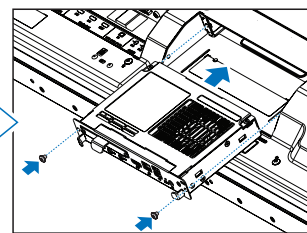

Figura 4
4. Inserire la scheda opzionale nel monitor e fissarla con le viti rimosse (**Figura 4**) (forza di fissaggio consigliata: 139-189 N•cm).